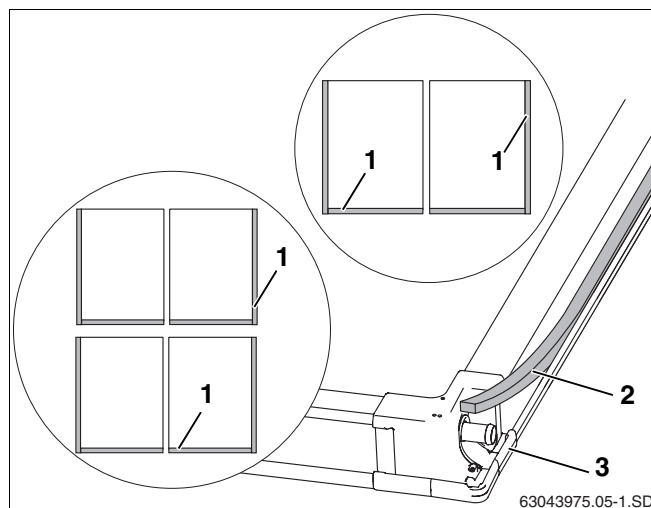

Fig. 23 Partie arrière du capteur
Les connexions des tôles de recouvrement latérales et inférieures avec les capteurs (fig. 23, **pos. 1**) doivent être étanchéifiées avec la bande d'étanchéité.
- Poser la bande d'étanchéité (fig. 23, **pos. 2**), avec le côté collant vers le bas, dans la rainure des côtés extérieurs des capteurs externes et dans la partie inférieure de chaque capteur (fig. 23, **pos. 1**) y compris les raccords d'angle (fig. 23, **pos. 3**).